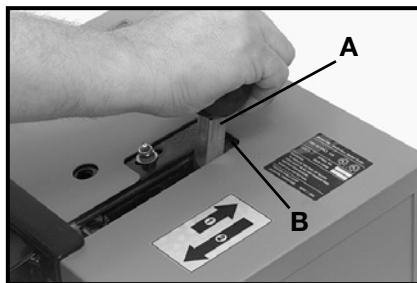

Fig. 21
5. Saisissez le bouton noir et poussez le levier de marche (A) Fig. 21, vers l'avant (dans le sens de la flèche No. 1) jusqu'à ce qu'il atteigne la butée avant (B) Fig. 21.